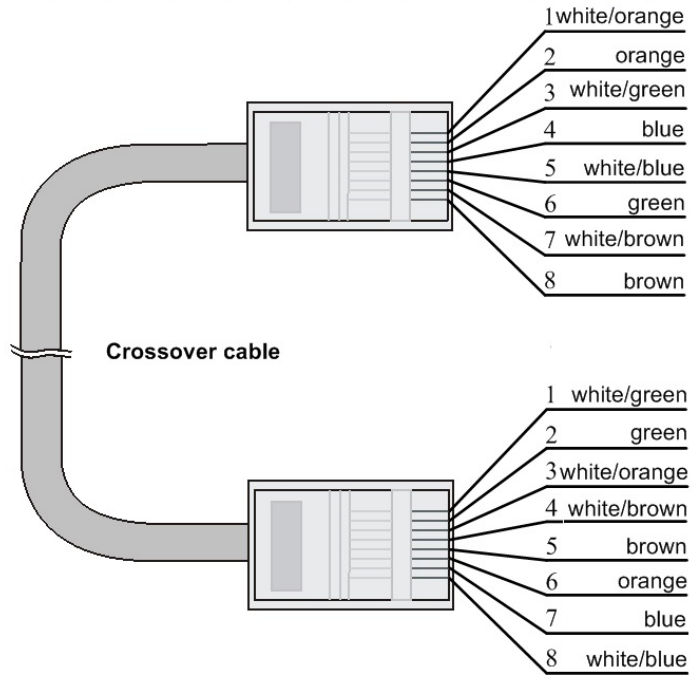

図 9-9 クロスケーブル (10/100/1000BASE-T)
- クロスケーブル** : 10/100/1000BASE-T クロスケーブルの結線を図 9-9に示します。10/100/1000BASE-T クロスケーブルは、100BASE-TX のクロスケーブルと結線が異なります。100BASE-TX のクロスケーブルは片端のピン配置が 568B 規格ですが、もう片端のピン配置は 568A 規格に従います。一方、10/100/1000BASE-T クロスケーブルの片端のピン配置は 568B 規格に従いますが、もう片端は 568A ではありません。